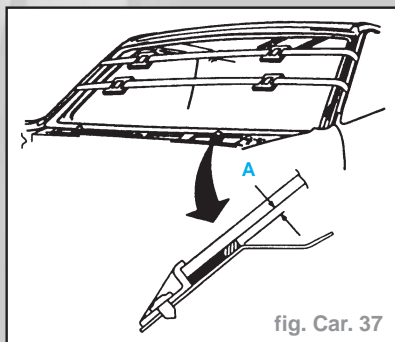

fig. Car. 37
- Placer des sangles de tension sur le pare-brise. Afin de prévenir tout bris de glace, maintenir une cote **A de 5 mm** (fig. Car. 37).